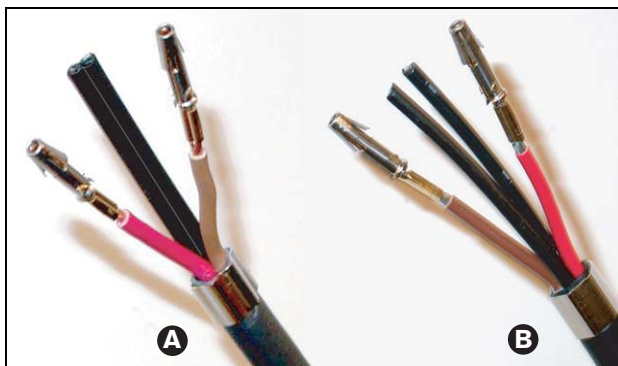

рисунок 30.14: Установленные гнездовые контакты
- 12 Повторите шаги 10 и 11 для другого оголенного медного кабеля. Результат установки кабельного разъема показан на рисунок 30.14.